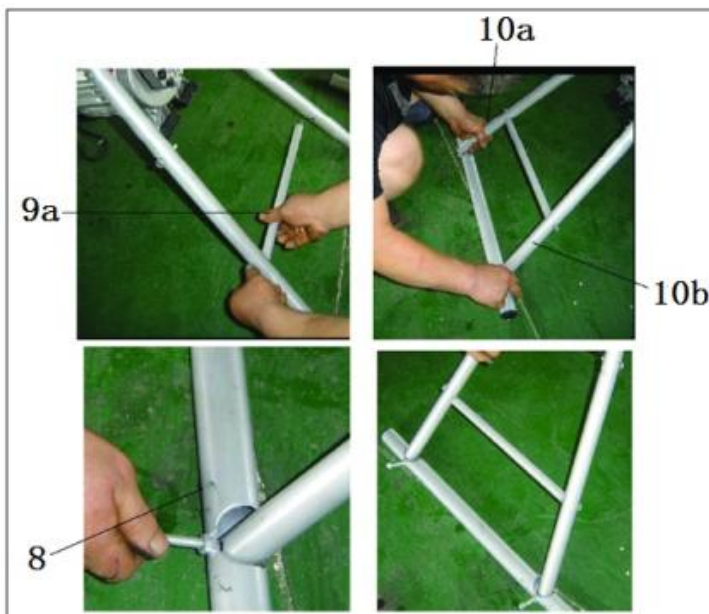

fig.3
b) Connecter l'arbre horizontal (9a) au support avant (10a et 10b) avec des vis, puis assembler le pied horizontal (8) et support avant (10a et 10b) avec des boulons (Fig. 3).